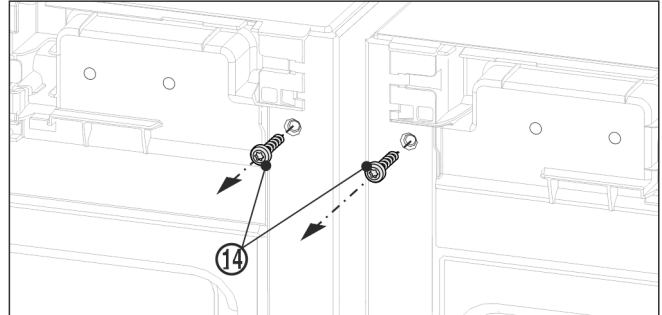

Fig. 10
- Vor der Montage des oberen Winkels beide Erdungsschrauben Fig. 10 (14) herausdrehen.